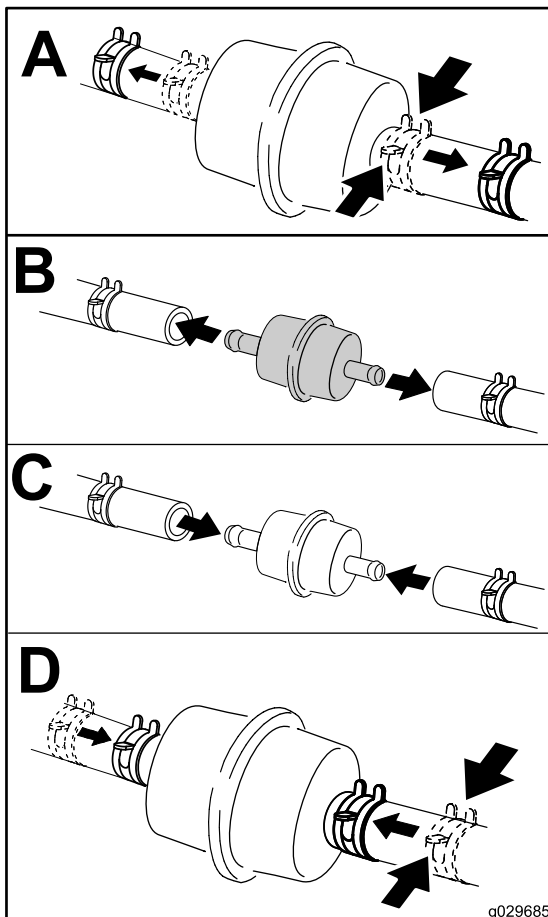

Figure 53
4. Remplacez le filtre à carburant comme montré à la Figure 53.